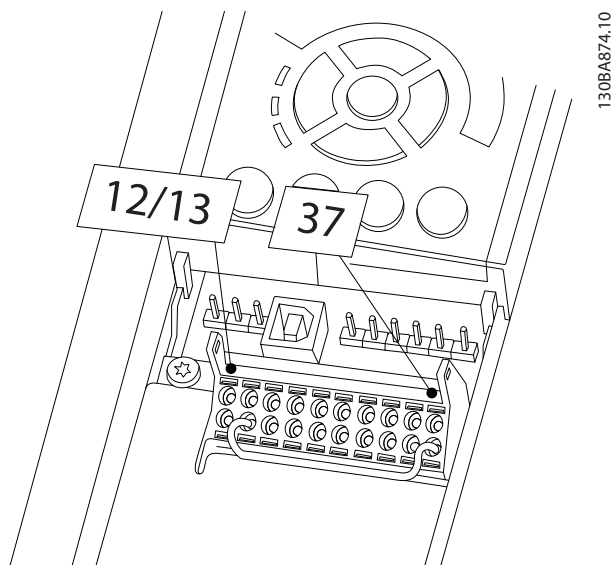

图 2.1 端子 12/13 (24 V) 与 37 之间的跳线
- 取下端子 37 与 12 或 13 之间的跳线。仅断开该跳线还不足以避免短路。（请参阅图 2.1 中的跳线。）